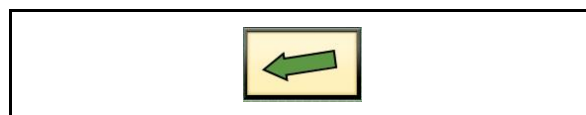

Fig. 131
- Das Elevatorband läuft in Antriebsrichtung „Reversieren“. Gleichzeitig erscheint im Terminal das Symbol „Elevatorband reversieren“ (Fig. 131).